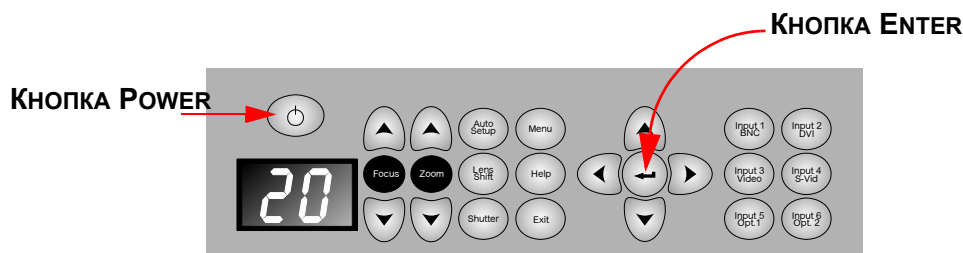

Рис. 3-2 Панель управления на задней стороне проектора
- **Встроенная панель управления** (Рис. 3-2), расположенная на задней стороне проекционного модуля